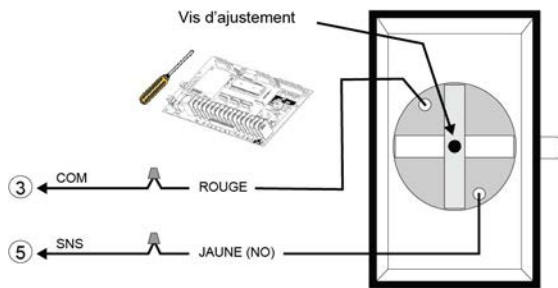
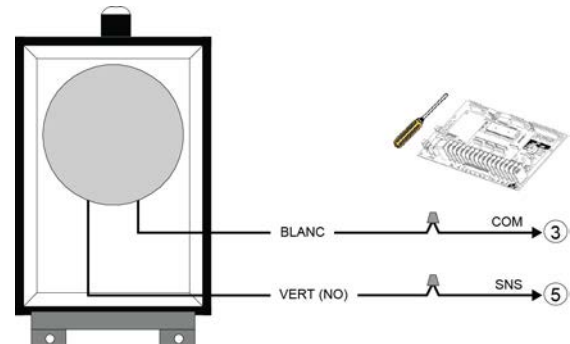

Figure 21 - AIRSWITCH 001 / 007
Figure 22 - AIRSWITCH 009 / 018
3. Utiliser un ré-enrouleur de câble pour brancher le commutateur à air aux terminaux de l'opérateur. Effectuer le branchement électrique tel qu'indiqué aux Figure 21 ou Figure 22.